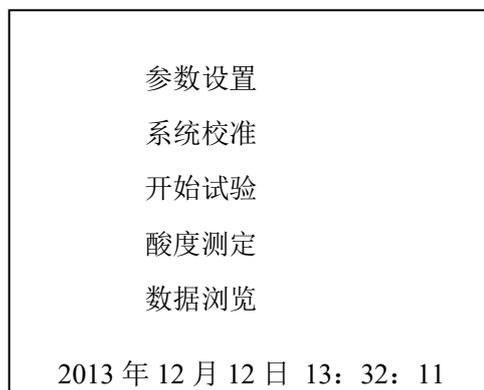

图 1
- 开机后首先显示的是：公司名称和仪器的名称，稍后进入主操作界面，共有 5 个选项如图 1 所示：